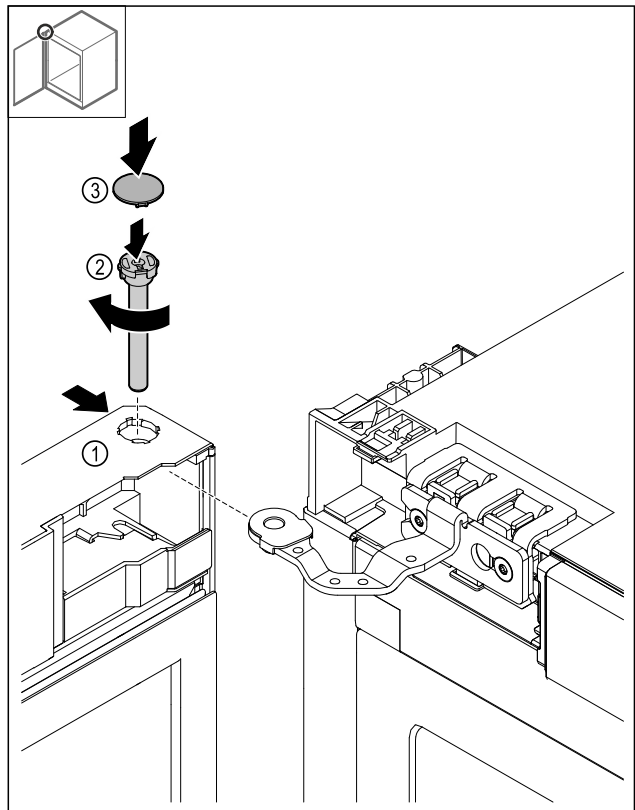

Fig. 47
- Spingere la porta Fig. 47 (1) in alto sulla cerniera.
- Inserire i bulloni Fig. 47 (2) fissarli ruotandoli in senso orario.
- Applicare la copertura Fig. 47 (4).